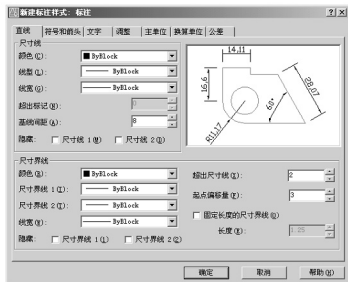

图 3.21 【直线】选项卡的设定
(3) 单击【继续】按钮，打开【新建标注样式：标注】对话框，该对话框中共有 7 个选项卡，下面分别来设定。
① 【直线】选项卡的设定如图 3.21 所示。
2mm×100=200mm,【超出尺寸线】(图 3.21)尺寸变为 2mm×100=200mm。在打印时,又将图整体缩小到原来的 1/100,所以出图后【箭头大小】尺寸为 200mm/100=2mm,【超出尺寸线】尺寸为 200mm/100=2mm,和《房屋建筑制图统一标准》内规定的尺寸是一致的。